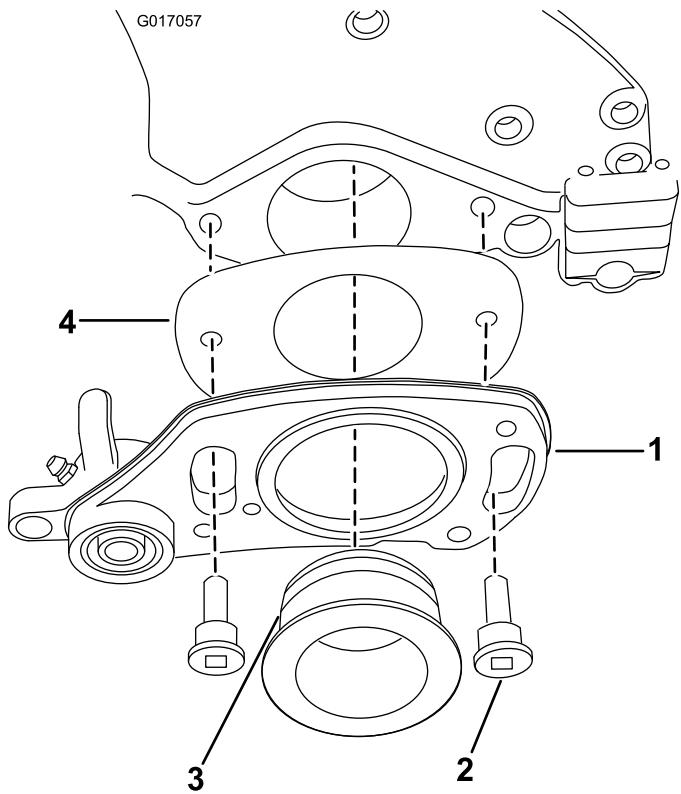

Figura 4
- Fate scorrere la piastra di spessoramento dietro il gruppo di rotazione sinistro come mostrato in Figura 4.
9. Lubrificate leggermente l'O-ring e la perforazione pilota con del grasso (Figura 4).
10. Assicurate il gruppo di rotazione sinistro con 2 bulloni di spallamento come mostrato in Figura 4.